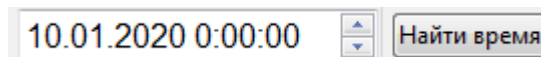

Рисунок 4.6.5
- 10 – индикатор даты и времени просматриваемого сообщения архива. При развернутом списке сообщений – поиск сообщений по значению выбранного времени (см. рисунок 4.6.5).